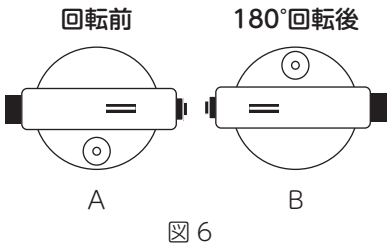

図 6
1. 整準ネジを使って気泡を中央の円の中心に入れます。(図 6-A)
気泡が円内にあれば正常です。(図 6-B)